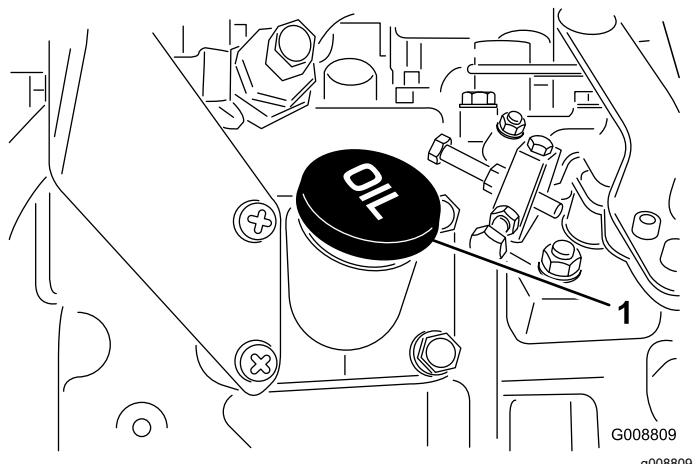

図 34
4. 不足している場合安全範囲よりも下は、補給管についているキャップ図 34を取り、Full 位置までオイルを補給する。入れすぎないこと。